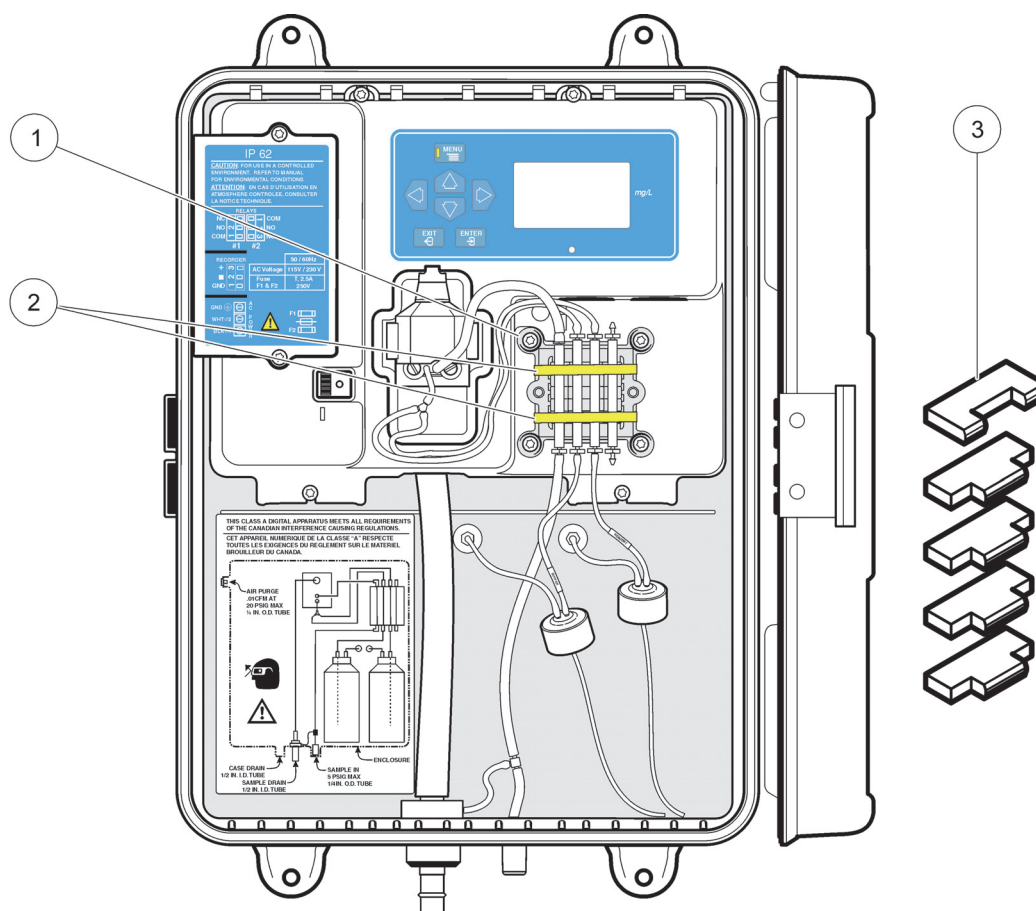

Рисунок 17 Установка блоков модуля насос/клапан
2. Убедитесь, что отдельные прижимные блоки расположены как показано на Рисунок 17, с отличающимся по форме блоком сверху.